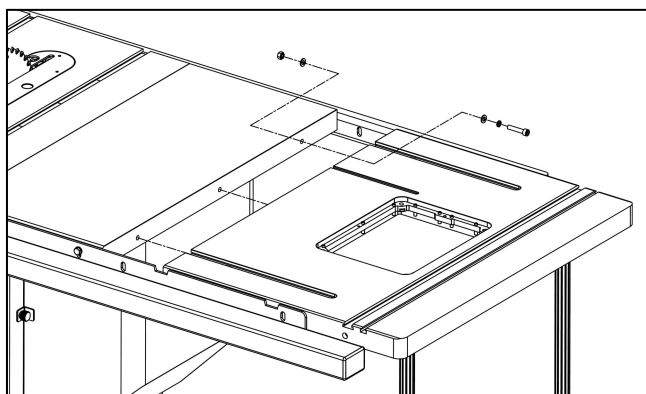

图 12
2. 在至少另外一人的协助下，将台板翻转过来，如图 12 所示，将电木铣工作台与台锯副台板或延伸木台板连接起来。调整电木铣工作台位置，与台锯台面调整平齐后锁紧。在调整平齐的情况下，锁紧支脚，注意使支脚与地面接触。